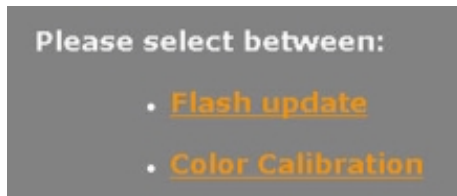

Imagen 14-1
1. Haga clic en el botón  para abrir la página de mantenimiento. (imagen 14-1)